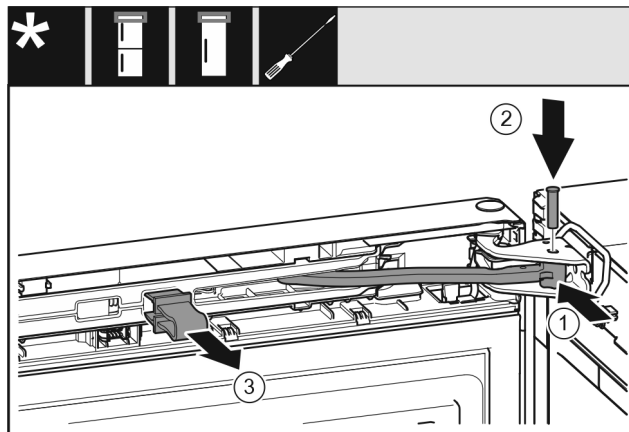

Fig. 23
- ▶ Zavrtite zgibni del Fig. 23 (1) v ležajnem podstavku.
- ▶ Vstavite sornik Fig. 23 (2) v ležajni podstavek in zgibni del. Pri tem pazite, da zaskočni zapah pravilno sedi v utoru.
- ▶ Snemite varovalo Fig. 23 (3).